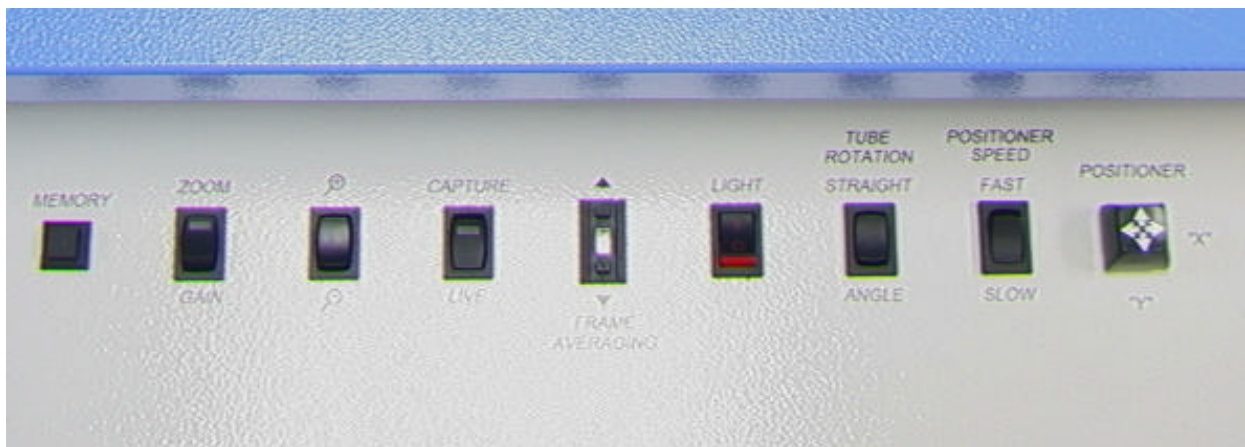

Abbildung 3: Bedienfeld des XR 4000
1. Die Kamera wird über die Taste und zwei Schalter gesteuert, die sich auf dem Bedienfeld des XR 4000 befinden (siehe Abbildung 3).
Die Kamera arbeitet entweder im ZOOM- oder im GAIN-Steuerungsmodus, was über den Schalter am Steuerkastenfeld eingestellt wird (siehe Abbildung 3). Sie ändern die Bildvergrößerung, indem Sie den Schalter in die ZOOM-Position bringen. Die Kameravergrößerung wird über den „+/-“-Wippschalter gesteuert. Drücken Sie den Wippschalter in
Mithilfe des an der Vorderseite des Geräts befindlichen Schalters mit der Aufschrift „FRAME AVERAGING“ kann der RTVA verstellt werden. Siehe Abbildung 3. Dadurch wird die Anzahl der Aufnahmen geändert, die vom RTVA ausgeglichen werden, bevor sie an den Monitor übertragen werden. Bitte beachten Sie bei der Verwendung dieses Schalters die folgenden Einstellungen:
Der RTVA-Bildprozessor verfügt außerdem über eine Funktion zum Erfassen von Bildern, sodass das aktuelle Bild als Standbild angezeigt werden kann. Sie verwenden diese Option, indem Sie den vorne am Gerät befindlichen CAPTURE/LIVE-Schalter in die Position „CAPTURE“ bringen. Siehe Abbildung 3. Sie kehren in den normalen Betriebsmodus zurück, indem Sie den Schalter wieder auf „LIVE“ setzen.